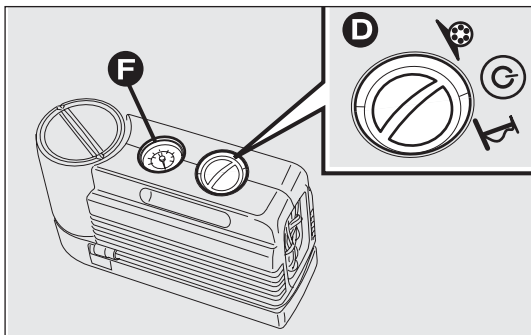
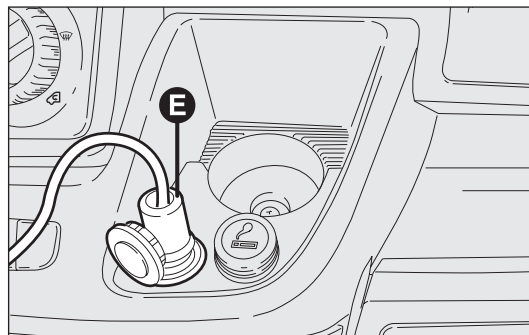

fig. 179
fig. 180
- Steek de stekker E-fig. 180 in de dichtstbijzijnde 12V-stekkerdoos en start de motor. Draai de keuzeschakelaar D-fig. 179 linksom in de reparatiestand. Schakel de set in door op de on/off-schakelaar te drukken. Pomp de band op tot de juiste bandenspanning is bereikt (zie de paragraaf "Bandenspanning" in het hoofdstuk "Technische gegevens").
Controleer de bandenspanning op de manometer F-fig. 179. Voor een nauwkeurige aflezing moet de compressor worden uitgeschakeld, maar de centrale keuzeschakelaar moet in de reparatiestand blijven staan;